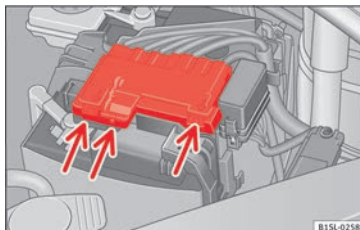

Abb. 172 Im Motorraum: Abdeckung für die Fahrzeugbatterie abnehmen.
- Auf die Laschen » **Abb. 172** (Pfeile) in Pfeilrichtung drücken und die Batterieabdeckung nach oben abnehmen.